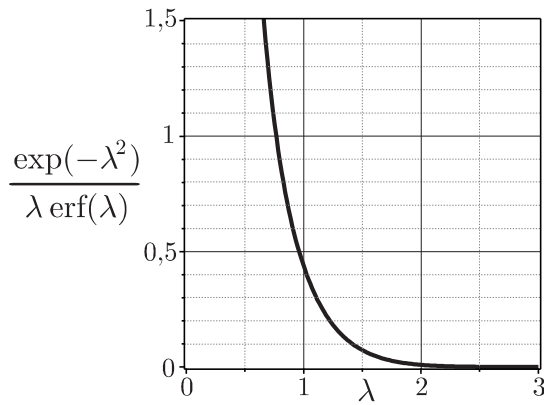

FIGURE 7 – Graphe de $\lambda \mapsto \frac{\exp(-\lambda^2)}{\lambda \operatorname{erf}(\lambda)}$
□ – **12**. À l'aide de la figure 7, estimer la valeur numérique de λ .